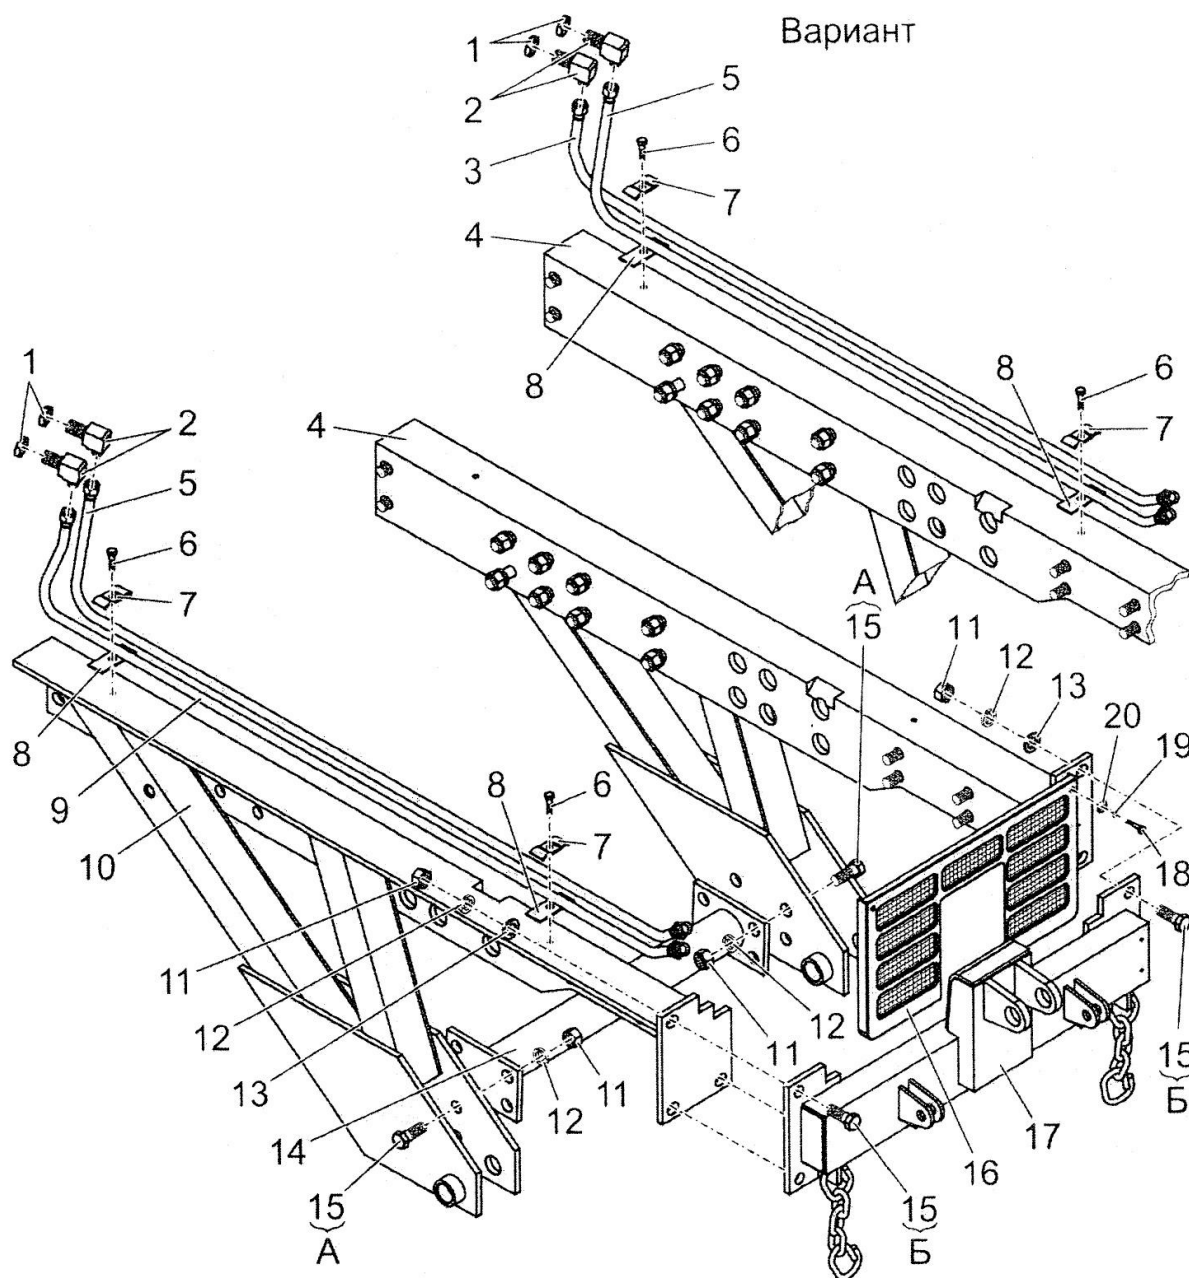

Рисунок 2.2 – Крепёж рам оборудования
- установить в соответствии с приведёнными выше указаниями левую раму 4 (рисунок 2.2) на левой стороне полурамы трактора;